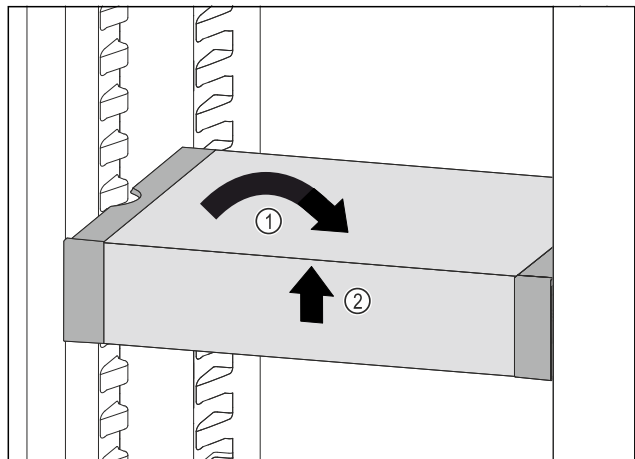

Fig. 74
- Collocare VarioSafe in maniera dritta. Fig. 74 (1)
- Sollevare VarioSafe dal lato anteriore. Fig. 74 (2)